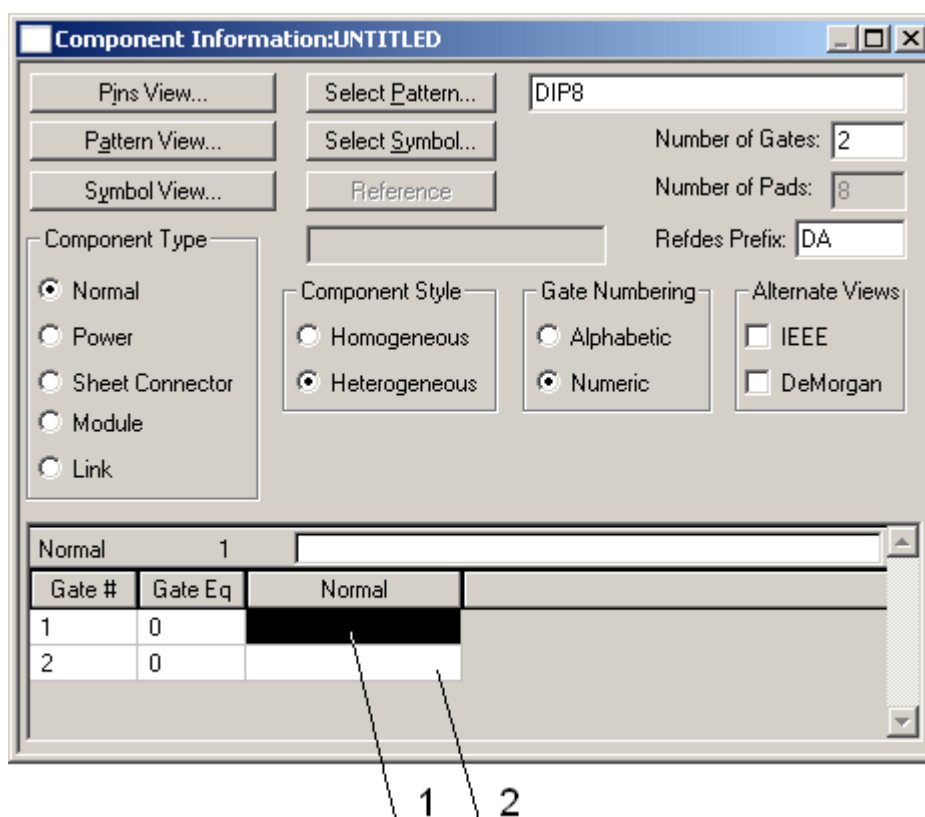

Рис. 20 Настройки общих параметров для гетерогенного компонента
- 8.5 Установите следующие параметры создаваемого компонента (пример изображен на рис. 20):
- 8.7 В колонке Normal выделите черным поле соответствующее первой секции компонента (Gate #). То есть поле обозначенное цифрой 1 на рис. 20. Это необходимо для назначения символа первой части компонента.
- 8.10 Выделите поле соответствующее второй секции (поле, обозначенное цифрой 2 на рис. 20).